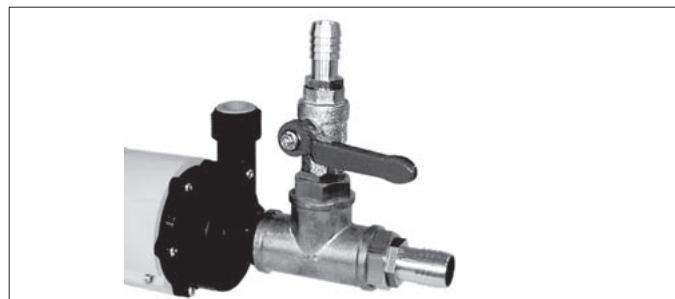

Fig.20 Raccordo di riempimento
- applicare un raccordo di riempimento sul lato ingresso/aspirazione della pompa per l'acqua fredda. V. Fig.20.